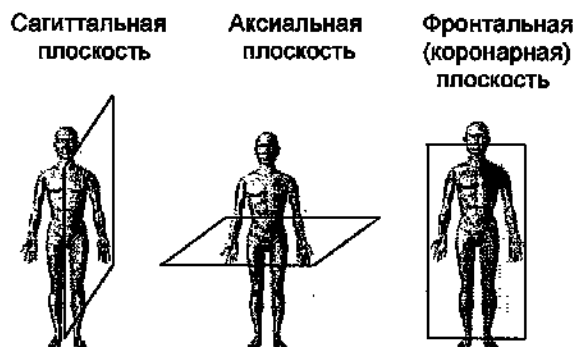

Рис.5
- запустить протокол “Тестирование на фантоме” для получения изображения фантома в трех проекциях. Ориентация плоскостей проекций относительно тела человека изображена на рис.5: